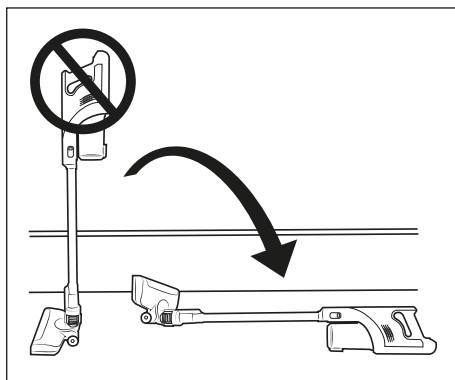

Rys. 8
- ▶ Odkurzacz można również ładować bezpośrednio za pomocą zasilacza sieciowego 10. W tym celu należy wyjąć wtyk rurkowy 11 z uchwytu ściennego 13, obracając go lekko, i włożyć go do gniazda ładowania 3 na urządzeniu (patrz rys. 8).